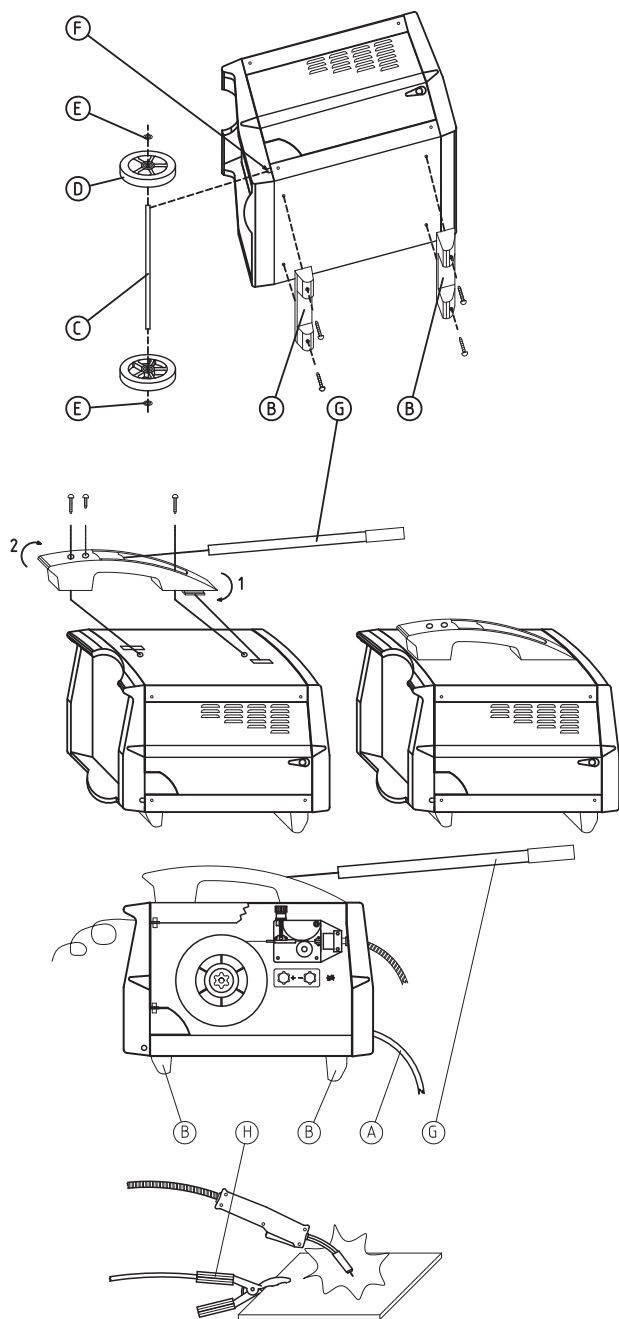

Fig. 1
- Posizionare la saldatrice con prudenza sul lato e fissare i due piedi di plastica (B) (anteriore e posteriore) alla parte inferiore della macchina usando le quattro viti in dotazione. Per il modello carrellato togliere con un utensile la pellicola (F) che chiude la sede dell'asse e quindi far scorrere l'asse (C) attraverso i due fori e poi fissare le due ruote (D) alle estremità dello stesso. Assicurare le ruote alla loro posizione fissando adagio le rondelle (E) di sostegno alle estremità dell'asse. Posizionare nuovamente la macchina in posizione verticale e introdurre l'estensione del manico (G) nella parte frontale dell'impugnatura per il trasporto fissandolo con la vite in dotazione (v. Fig. 1).